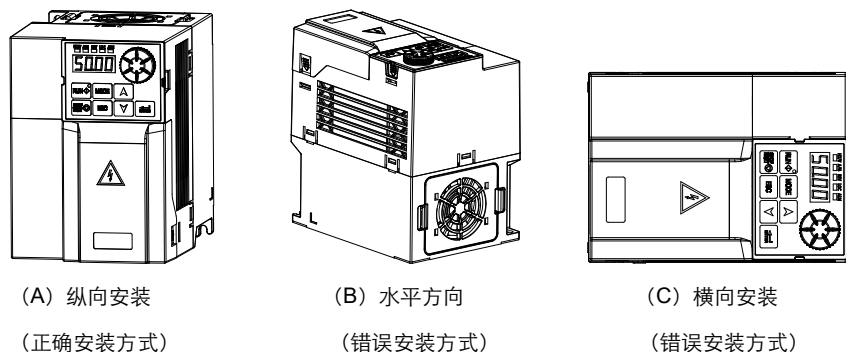

图 4.1 安装方向示意图
(1) 务必垂直安装变频器，且不能倒置，便于热量向上散发，如图 4.1 所示；